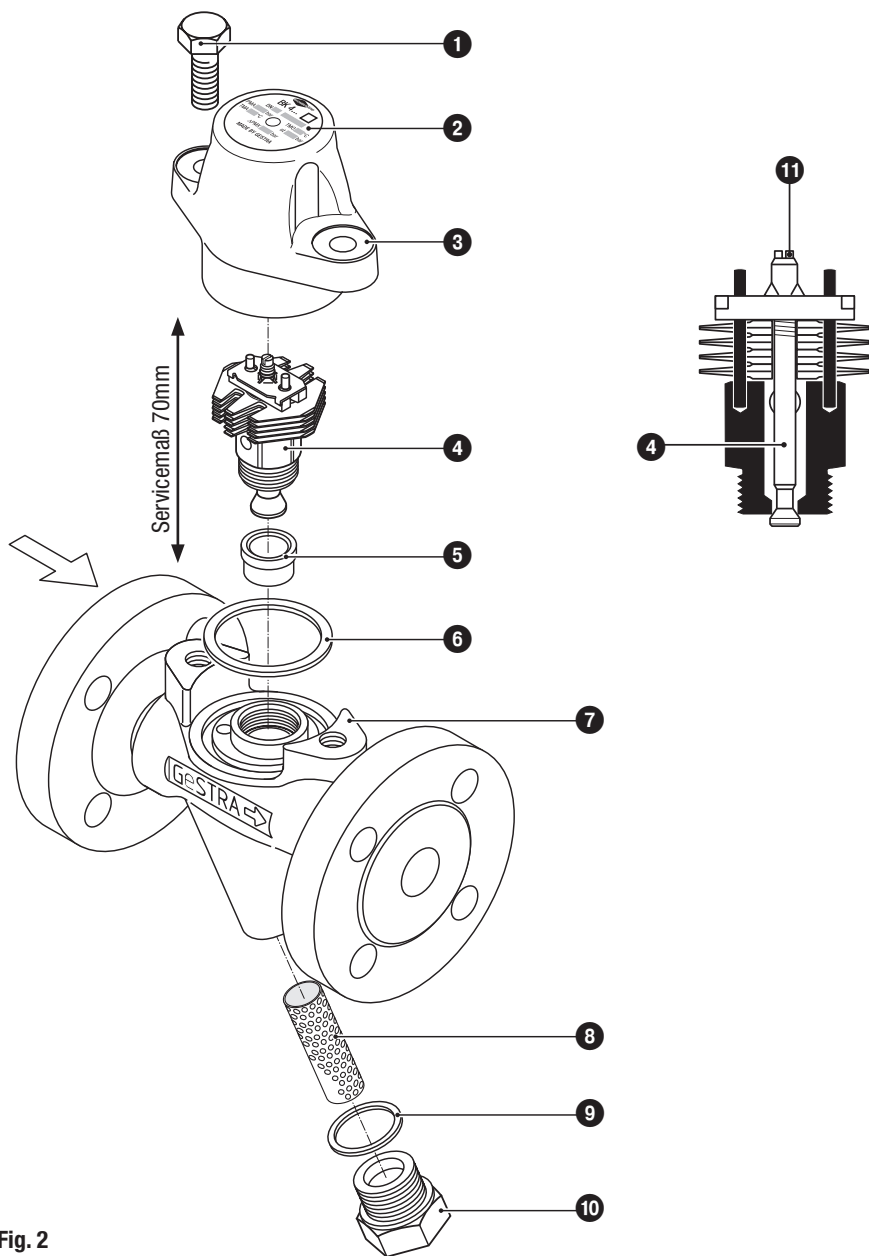

Fig. 2
1. Gehäuseschrauben ❶ lösen und herausdrehen, Haube ❸ von Gehäuse ❷ abnehmen. Fig. 2
2. Regler ❹ auf Umgebungstemperatur abkühlen lassen.
2. Thermovit-Regler ❹ herausschrauben und reinigen.
3. Thermovit-Regler ❹ bei sichtbarem Verschleiß oder Beschädigungen durch neuen Thermovit-Regler ersetzen (siehe Tabelle **Ersatzteil-Liste**).
7. Dichtring ❸ **muss** gewechselt werden, wenn Beschädigungen erkennbar sind. Gleiche Haube ❸ verwenden. Wenn eine andere oder neue Haube ❸ verwendet wird, ist ein neuer Dichtring ❸ erforderlich (siehe Tabelle **Ersatzteil-Liste**).
8. Haube auf das Gehäuse setzen. Gehäuseschrauben ❶ wechselweise und gleichmäßig in mehreren Schritten mit dem in der Tabelle **Anzugsmomente** angegebenen Anzugsmoment festziehen.
1. Verschlusschraube ⑩ lösen und mit Schmutzsieb ⑧ herausschrauben. Fig. 2
4. Dichtring ⑨ durch neuen Dichtring ersetzen, wenn Beschädigungen erkennbar sind (siehe Tabelle **Ersatzteil-Liste**).
6. Verschlusschraube ⑩ mit Dichtring ⑨ und Schmutzsieb ⑧ montieren. Verschlusschraube mit dem in der Tabelle **Anzugsmomente** angegebenen Anzugsmoment festziehen.